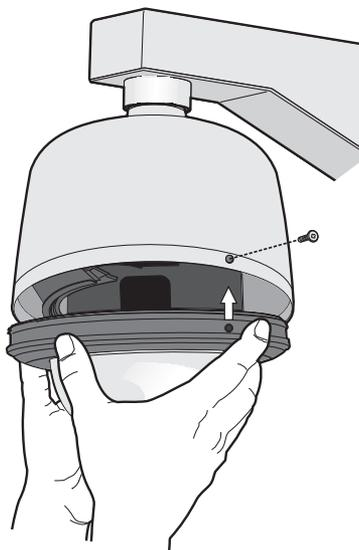

Figura 20. Instalación del domo inferior de acero inoxidable
4. Empuje el domo inferior hacia dentro de la caja posterior, alinee los orificios de los tornillos de montaje e instale los dos tornillos de montaje (consulte la Figura 20).